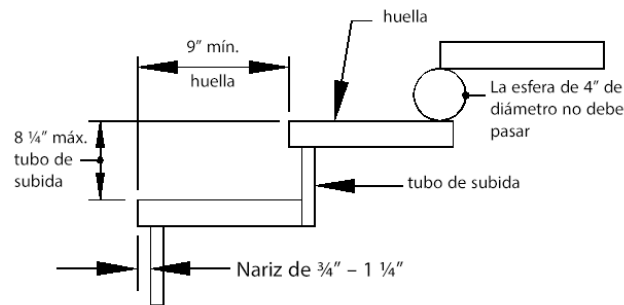

FIGURA 39: ESCALONES Y CONTRATORNILLAS
- La geometría de la escalera y las limitaciones de apertura deben cumplir con los requisitos que se muestran en FIGURA 39. Las dimensiones de los peldaños, contrahuellas y salientes no deben desviarse en cada escalón más de $\frac{3}{8}$ pulgadas.